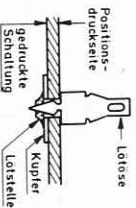

Abb. 9
7. Nun kommen die 9 Lötösen an die Reihe, die in die mit 1 — 9 bezeichneten Löcher der gedruckten Schaltung zu setzen sind (Abb. 9). Achten Sie beim Verlöten mit den Kupferbahnen bitte darauf, daß die Lötösen senkrecht und mit der schmalen Seite zur Außenkante stehen.